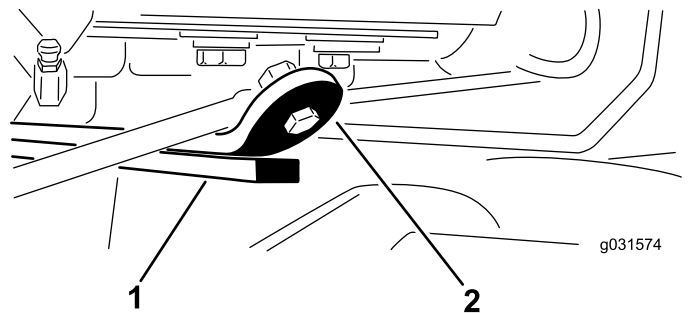

Figure 15
3. Démarrez le moteur, levez les unités de coupe et vérifiez que l'écartement entre le segment d'usure sur le dessus de la barre d'usure de l'unité de coupe arrière et la bride de butée est compris entre 0,51 et 2,54 mm, comme montré à la Figure 15.